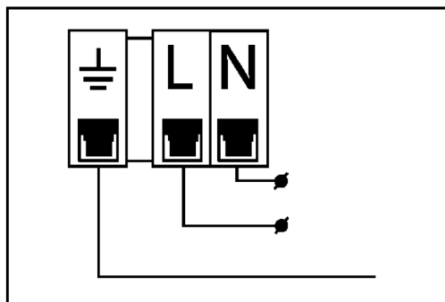

Рисунок 4
3. Закрепить оголенные концы электрического кабеля в разъемную колодку, жестко притянув их винтами, и в строгом соответствии с нанесенной на ней маркировкой (см. рисунок 4).